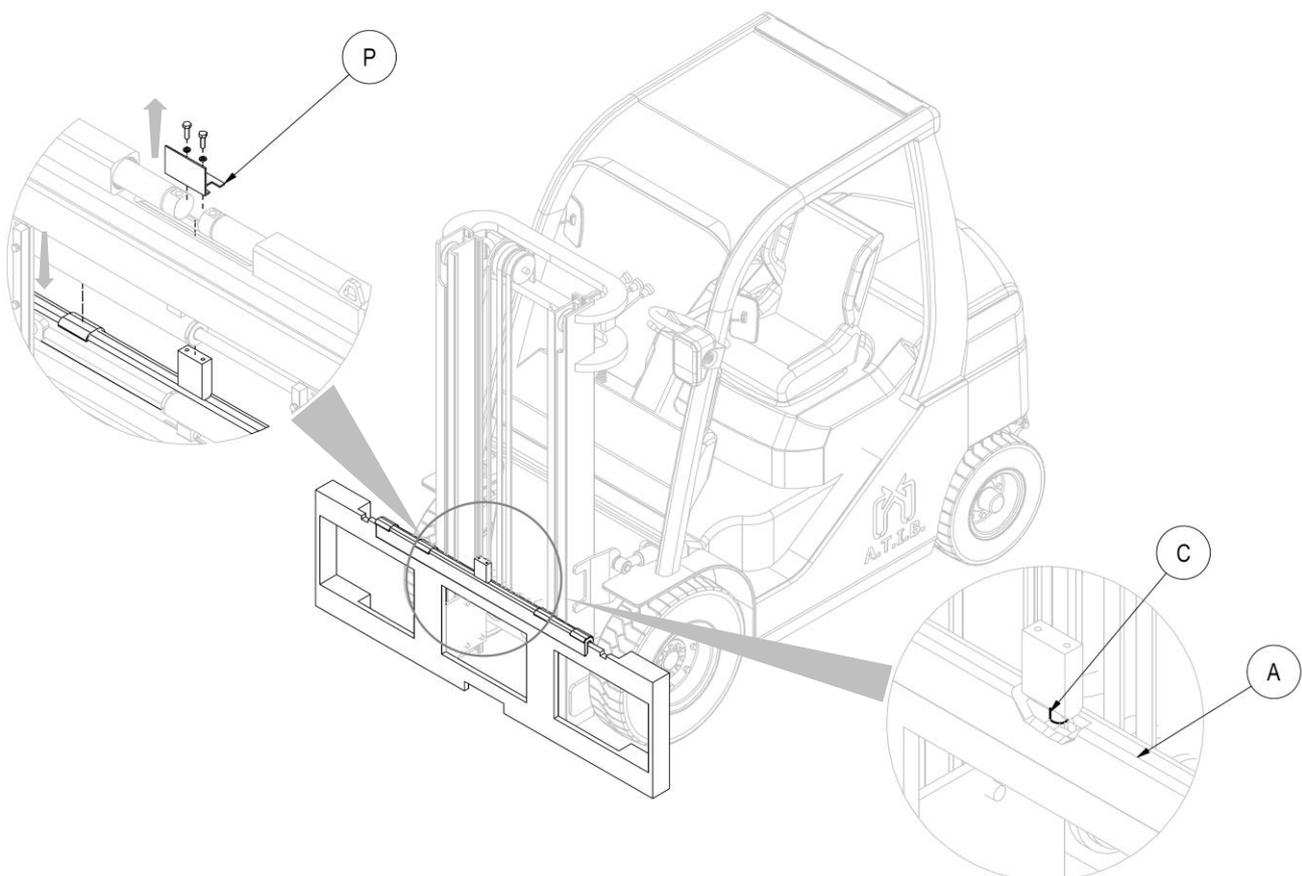

Abbildung 5
4. Nachdem Sie die Schrauben des Schutzblechs **P** abgeschraubt haben, nehmen Sie manuell das Gleitprofil **A** (mit den entsprechenden Gleitstücken) und positionieren Sie es auf dem oberen Profil des Gabelträgers. Bitte darauf achten, dass der Zentrierstift **C** in die mittlere Kerbe des Gabelträgers einpasst (siehe *Abbildung 5*).